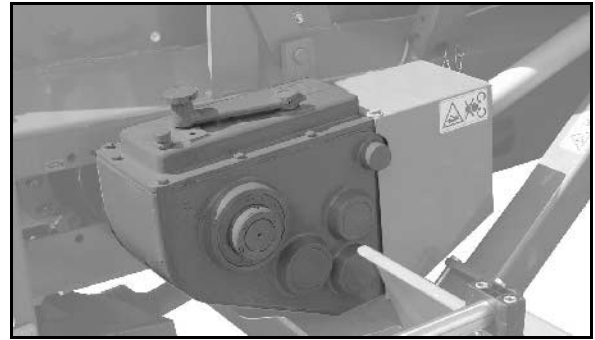

Fig. 52
- o sollevata idraulicamente dalla ruota (Fig. 52).
La corsa della ruota motrice può essere adattata alle dimensioni degli pneumatici dello spargitore per grandi superfici spostando l'ala nella corona forata (Fig. 52/1).
Rubinetto d'intercettazione sul tubo flessibile idraulico (Fig. 52):